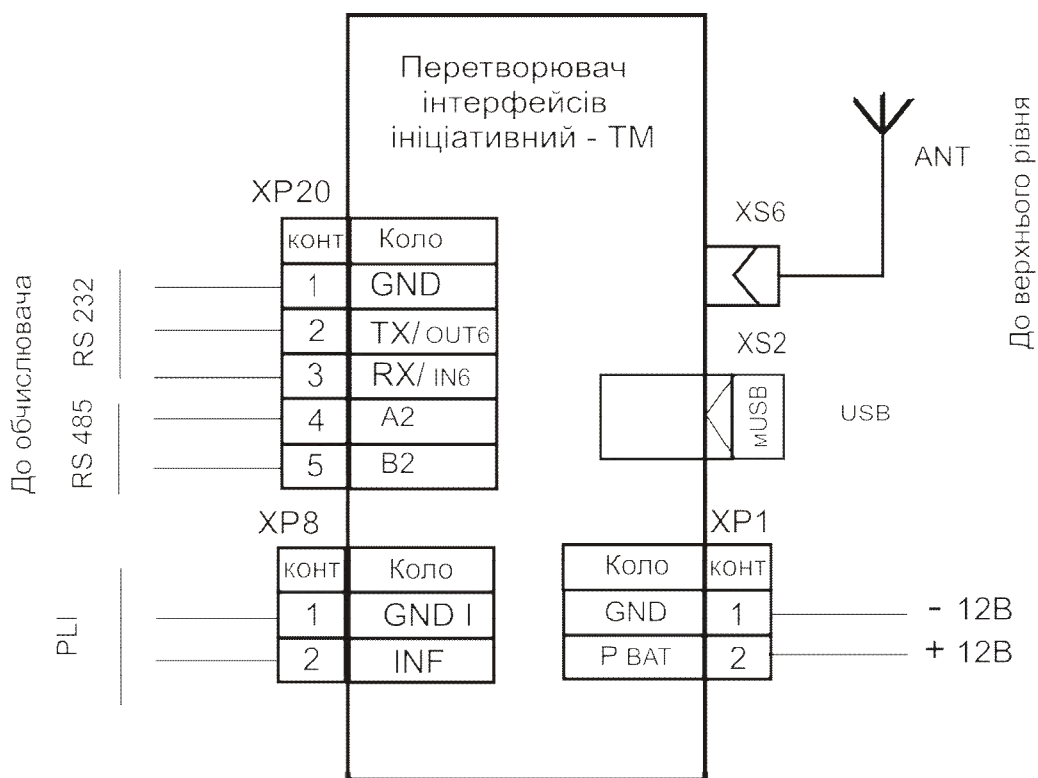

Рисунок 1 - Схема зовнішніх підключень перетворювача інтерфейсів
4.6 Монтаж перетворювача необхідно проводити згідно зі схемою зовнішніх підключень, наведеною на Рис. 1.
5.3 Перевірити правильність підключення зовнішніх сполучних кабелів згідно схеми зовнішніх підключень, наведеної на Рис. 1.